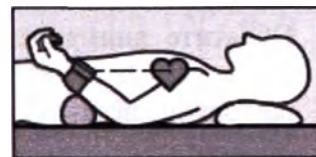

Рис. 9
- 2) Расположите манжету на уровне сердца, используя футляр для хранения или сложенное полотенце (рис.9).